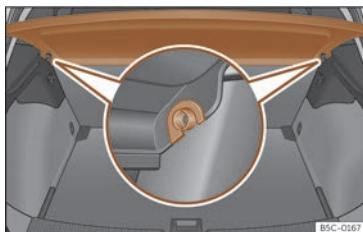

Fig. 118 Dans le coffre à bagages : dépose et repose de la plage arrière.
- Dégagez la plage arrière des supports latéraux »» fig. 118 en la tirant vers le haut puis en la détachant.
- Introduisez la plage arrière horizontalement en faisant coïncider la « forme en U » sur l'axe des supports »» fig. 118, et appuyez vers le bas jusqu'à ce qu'elle s'encastre.